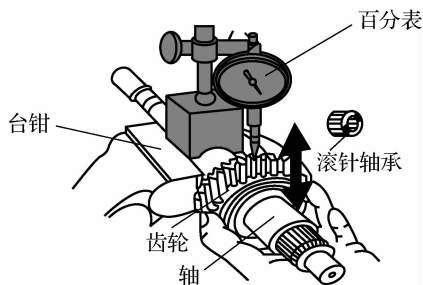

图 6-48 滚针轴承的检查
(1)滚针轴承的检查。如图 6-48 所示,将滚针轴承、齿轮装配好,用百分表测量头抵住齿轮端面,在测量头的直线方向上下推动齿轮,百分表显示出齿轮的摆动量,应符合规定值,否则就要更换滚针轴承。